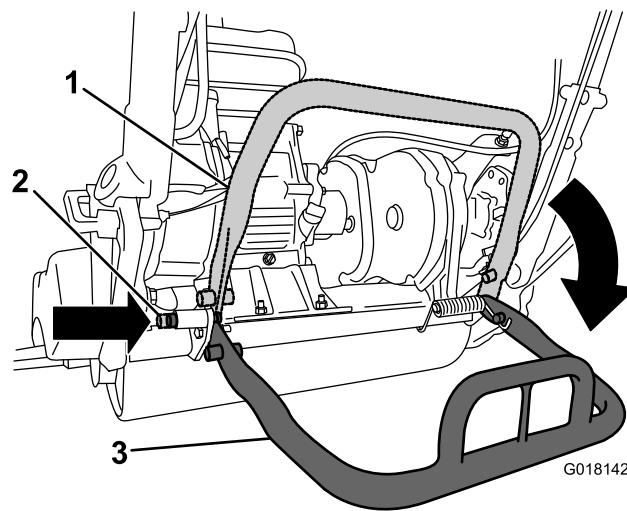

Bild 23
- Senken Sie den Ständer ab und drücken den Arretierbolzen ein, um ihn in der WARTUNGSSTELLUNG zu arretieren, damit das Gerät nicht nach hinten kippt, wenn Sie die Spindel entfernen (Bild 23).